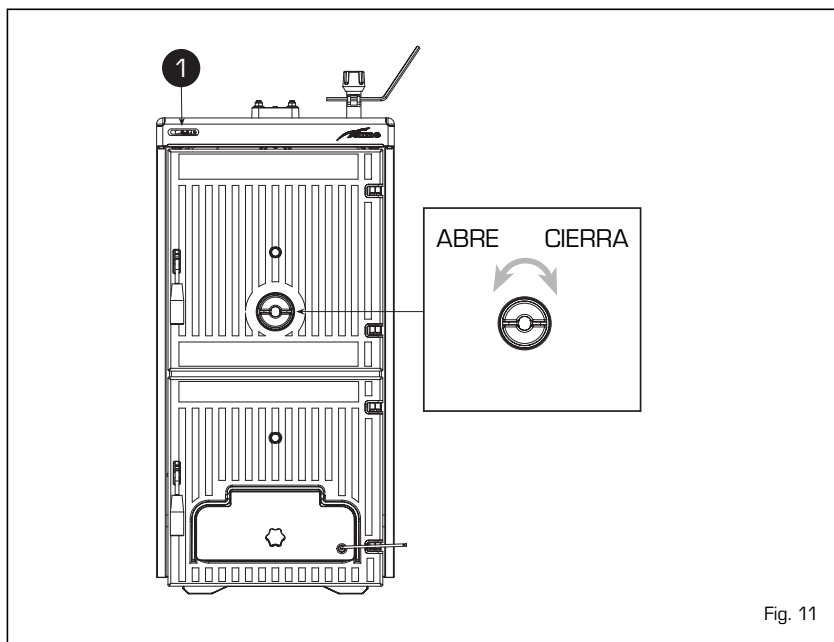

Fig. 11
5.2 TERMÓMETRO DE LA CALDERA (fig. 11)
5.3 REGULACIÓN DEL AIRE (fig. 11)